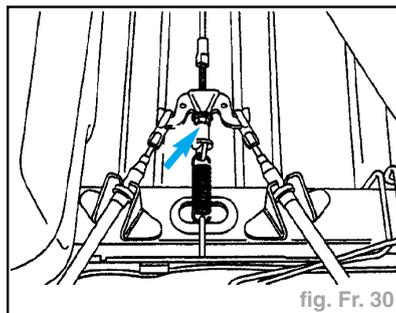

fig. Fr. 30
- Le levier de frein à main est en position de repos. Serrer l'écrou de rattrapage (fig. Fr. 30) jusqu'à ce que les leviers sur les étriers de frein se soulèvent de leur butée (fig. Fr. 31).